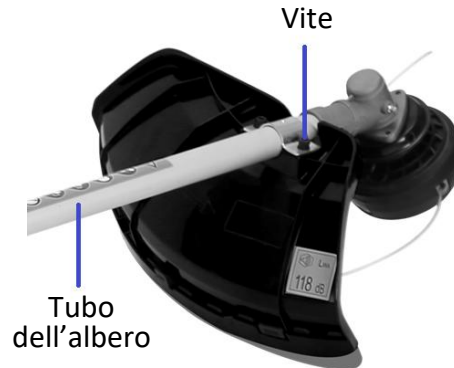

Fig. 3
- Posizionare la protezione (3) sul tubo dell'albero e fissarla con le viti fornite, come illustrato in Fig. 3.